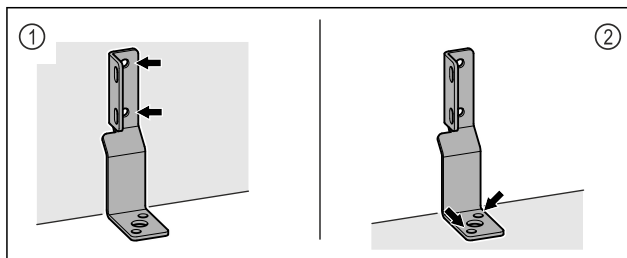

Fig. 8
- ▶ Upevnite uholník na stenu Fig. 8 (1) alebo podlahu Fig. 8 (2).